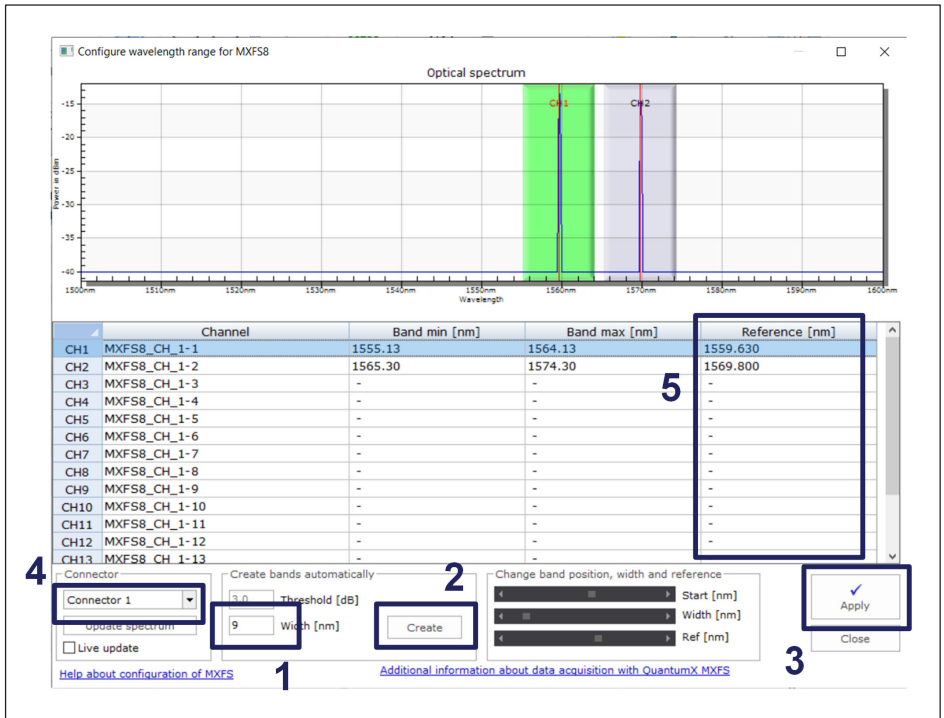

Fig. 5.2 Création de plages
- Entrez une valeur de largeur de 9 nm dans le champ "Width" pour la création automatique de la bande (numéro 1 sur la Fig. 5.2).
- Lancez la création automatique de bandes en appuyant sur le bouton "Create" (numéro 2 sur la Fig. 5.2).
- Appliquez les plages configurées à l'appareil pour le connecteur sélectionné en appuyant sur le bouton "Apply" (numéro 3 sur la Fig. 5.2).
- Répétez le processus pour tous les connecteurs en changeant le connecteur sélectionné (numéro 4 sur la Fig. 5.2).
- Définissez les longueurs d'ondes de référence des réseaux de Bragg telles que présentées sur les certificats d'étalonnage. (numéro 5 sur la Fig. 5.2).
- Appliquez les réglages (numéro 3 sur la Fig. 5.2).
- Répétez l'opération pour tous les connecteurs en changeant le connecteur sélectionné (numéro 4 sur la Fig. 5.2).